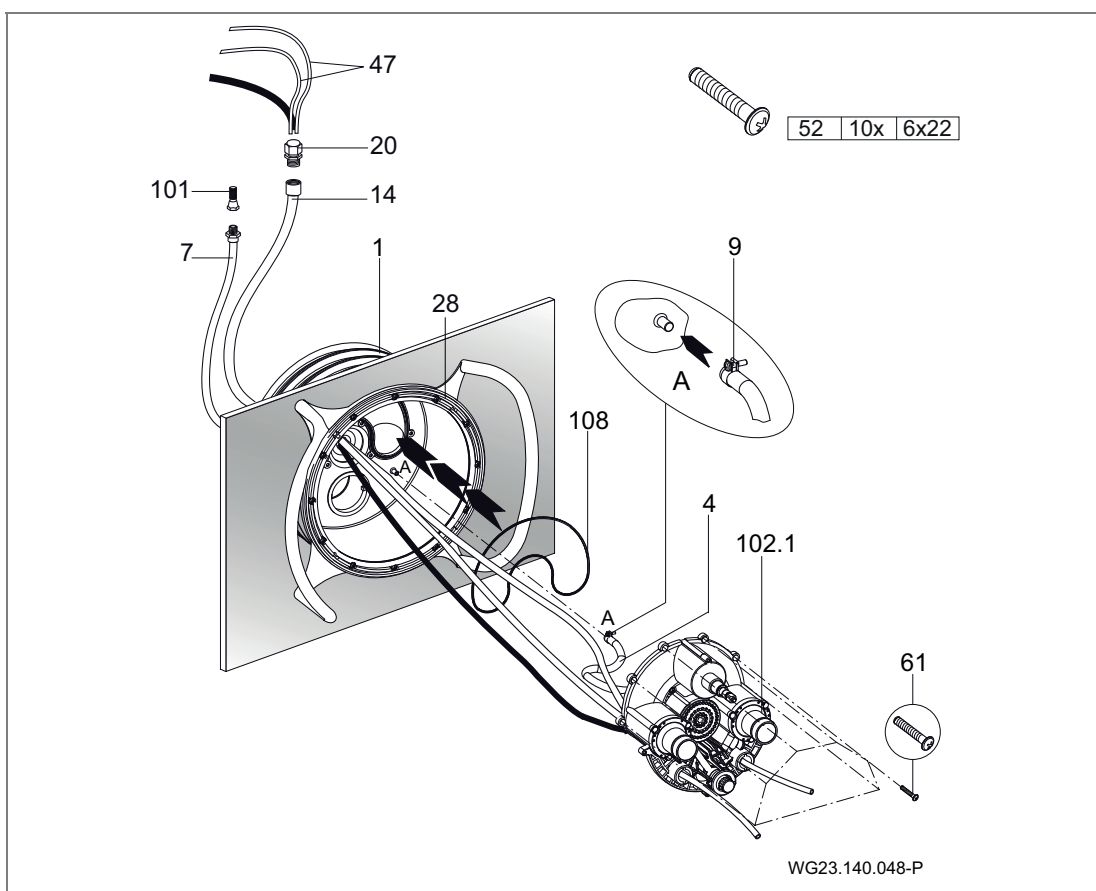

Abb. 16
2. O-Ring (108) in das Einbaugesäß (1) einlegen. (Abb. 16)
3. Die zehn beigelegten Schneidschrauben (61) in das Düsengehäuse einschrauben. Vormontiertes Düsengehäuse (102.1) am Einbaugesäß (1) ansetzen. (Abb. 16)
4. Pneumatikschläuche (47) und Kabel des Scheinwerfers durch den Schutzschlauch (14) führen und mit der Kabelverschraubung (20) abdichten. (Abb. 16)
5. Innere Luftleitung (4), die am Düsengehäuse (102.1) beziehungsweise an der Luftregelung bereits komplett vormontiert ist, mit Schlauchklemme (9) am Einbaugesäß (1) befestigen. (Abb. 16)
6. Pneumatikschläuche durch die unteren beziehungsweise äußeren Öffnungen vom Düsengehäuse (102.1) führen; Licht EIN/AUS links, Pumpe EIN/AUS rechts. (Abb. 16)
7. Düsengehäuse (102.1) am Einbaugesäß (1) ausrichten und mit den zehn vormontierten Schneidschrauben (61) befestigen. (Abb. 16)